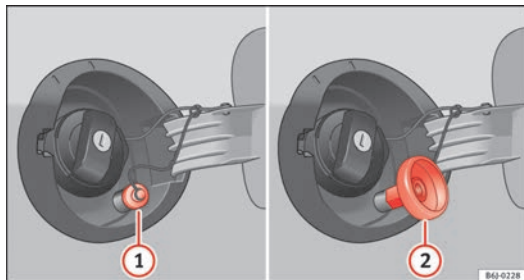

Fig. 120 Tampa do depósito aberta com bocal de enchimento de GPL e adaptador.
- Desaperte a tampa do bocal de enchimento de gás ⇒ Fig. 120 **1**.
- Aperte o adaptador necessário ⇒ Fig. 120 **2** ao bocal de enchimento de gás **1**.
- Desenrosque o adaptador ⇒ Fig. 120 **2**.
- Aperte a tampa no bocal de enchimento de gás ⇒ Fig. 120 **1**. ▶